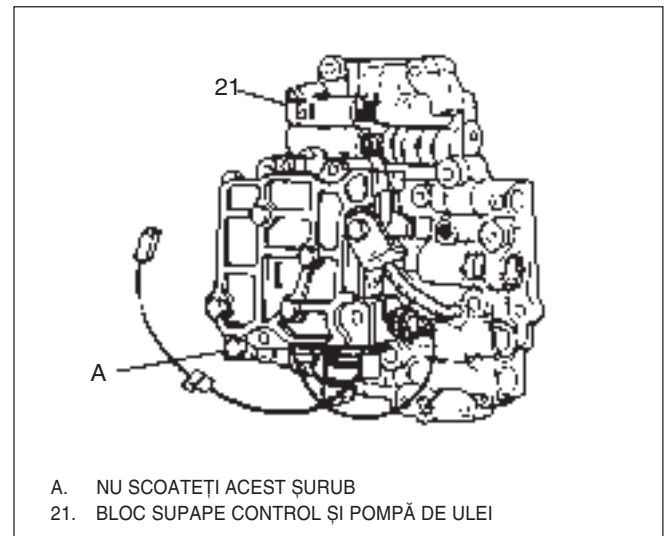
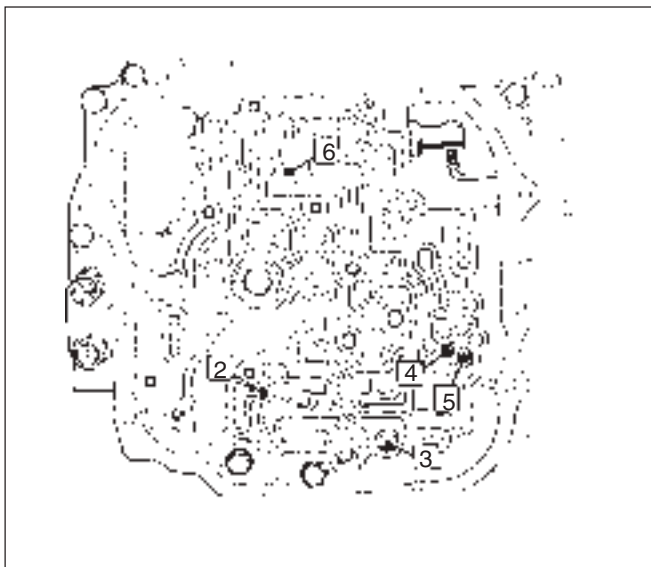

Fig. 11 Bloc supape control/ansamblu pompă
Fig. 13 Localizarea bilelor de control
- 1) Șuruburile (36) (se lovește ușor capacul (26) cu un ciocan de cauciuc).
- 2) Capacul (26).
- 3) Șuruburile (24) – Nu scoateți șurubul marcat „A” dacă nu se lucrează la blocul supapelor auxiliare, deoarece supapa și căpăcelul ies din orificiu (Fig. 11).
- 4) Ansamblul suport (23) și legătura cablului clapetetei de accelerație (22).
- 5) Blocul supapelor (21) – Nu așezați suprafața prelucrată pe banc. Asigurați-vă că bancul este curat.
- 6) Bila de control nr.1 (16).
- 7) Arborele pompei de ulei (18).
- 8) Placa distanțier (20) și garniturile (19).
- 9) Cele 5 bile de control (Fig. 13).